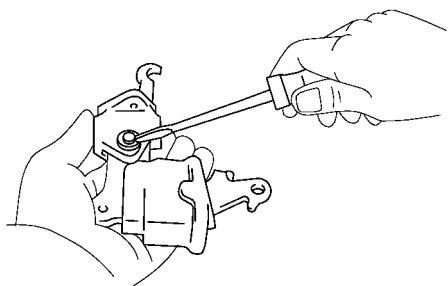

图 15-99 用螺钉旋具拆下 C 形密封圈
3) 使用螺钉旋具拆下 C 形密封垫圈和销子，从摇臂托架拆下停车制动器摇臂和罩，如图 15-99 所示。